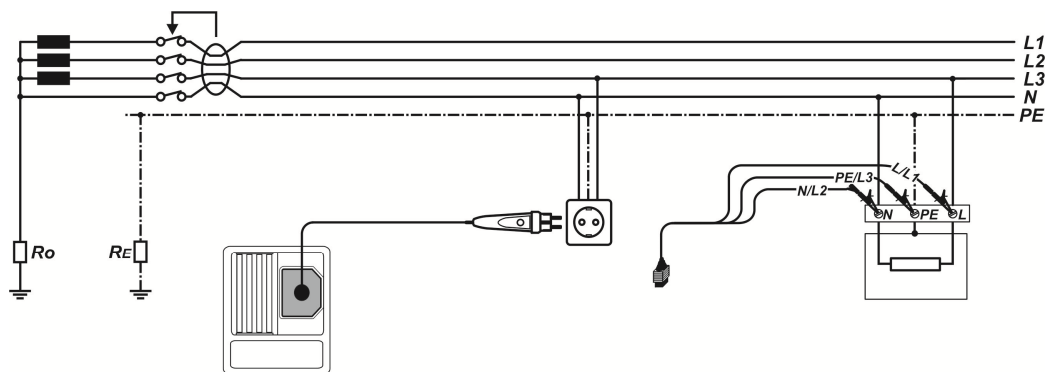

Abbildung 5.17: Anschluss des optionalen Commander-Prüfsteckers (044149) und der 3-Leiter-Prüfleitung
- Kontaktieren Sie die Prüflinien an das Prüfobjekt (siehe Abbildung 5.17).
- Kontaktieren Sie die Prüfleitungen an das Prüfobjekt (siehe Abbildung 5.17).